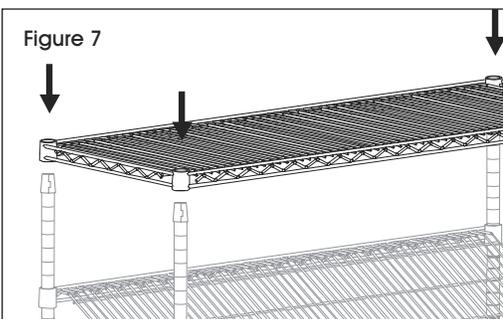

Figure 7
5. Snap shelf supports onto the top groove of the posts. Slide the flat shelf onto the supports. Tap shelf to secure. (See Figure 7)
5. Enclenchez les supports de tablette sur la rainure supérieure des montants. Glissez la tablette plate sur les supports. Tapotez la tablette pour la fixer en place. (Voir Figure 7)